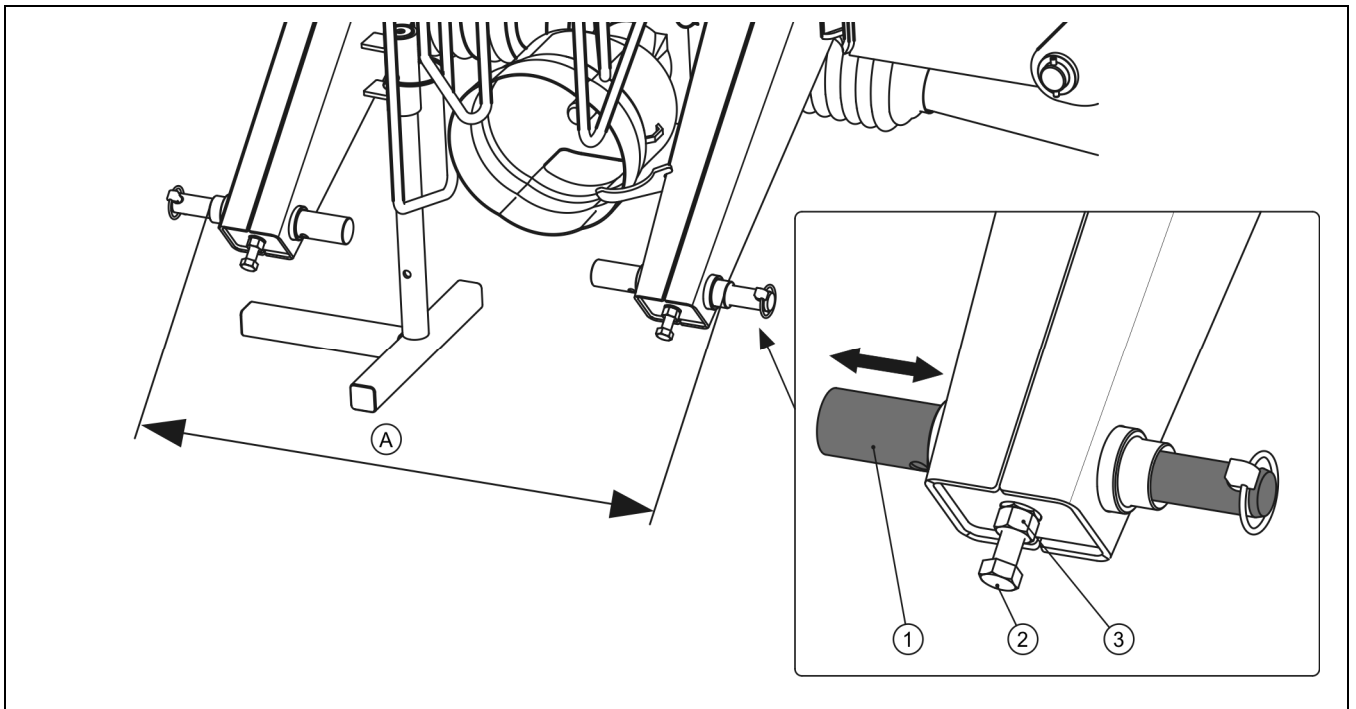

BILD 4.2A Einstellung der unteren Bolzen von Aufhängung des Mähwerks
Die unteren Bolzen (1) der Aufhängung des Mähwerks ermöglichen eine Einstellung des Abstandes (Bild 4.2A) im Bereich 795 - 970 mm. Zum Zwecke der Änderung vom Abstand der Bolzen der Aufhängung ist:
- Die Gegenmutter (1) aufzulockern,
- Die Stellschraube (2) auszudrehen,
- Der Bolzen (1) nach rechts oder links zu verschieben, um den erwünschten Abstand zu erreichen,
- Die Lage der Bolzen mittels der Stellschraube (2) und Gegenmutter (3) zu verriegeln